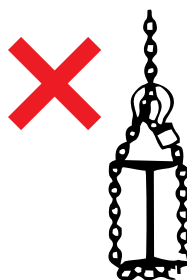

figura 5
- La cadena de carga nunca debe ser usada como eslinga. (figura 5)